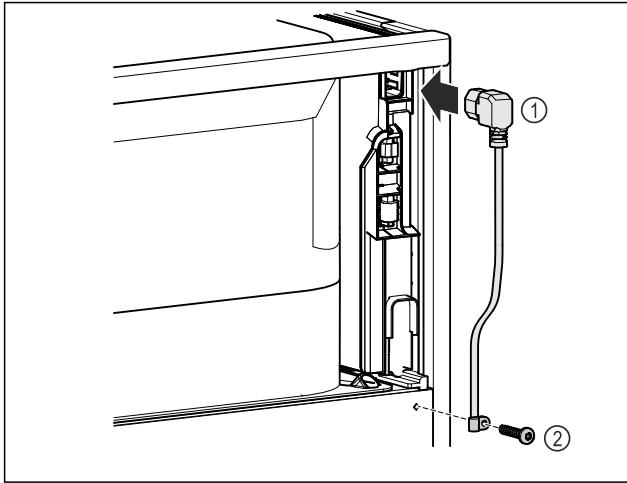

Fig. 72
- ▶ Вставьте разъем сетевого кабеля, предназначенный для устройств, не выделяющих тепла, Fig. 72 (1) с задней стороны устройства.
- ▶ Установите приспособление для разгрузки натяжения кабеля. Fig. 72 (2)